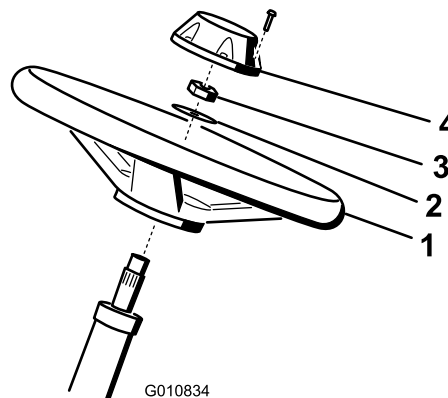

Figura 4
1. Collocate il volante sul piantone (Figura 4).
2. Collocate la rondella sul piantone (Figura 4).
3. Fissate il volante sul piantone per mezzo di un controdado serrato a 27–35 N·m (Figura 4).
4. Montate il coprimozzo sul volante e fissatelo con l'aiuto di una vite (Figura 4).